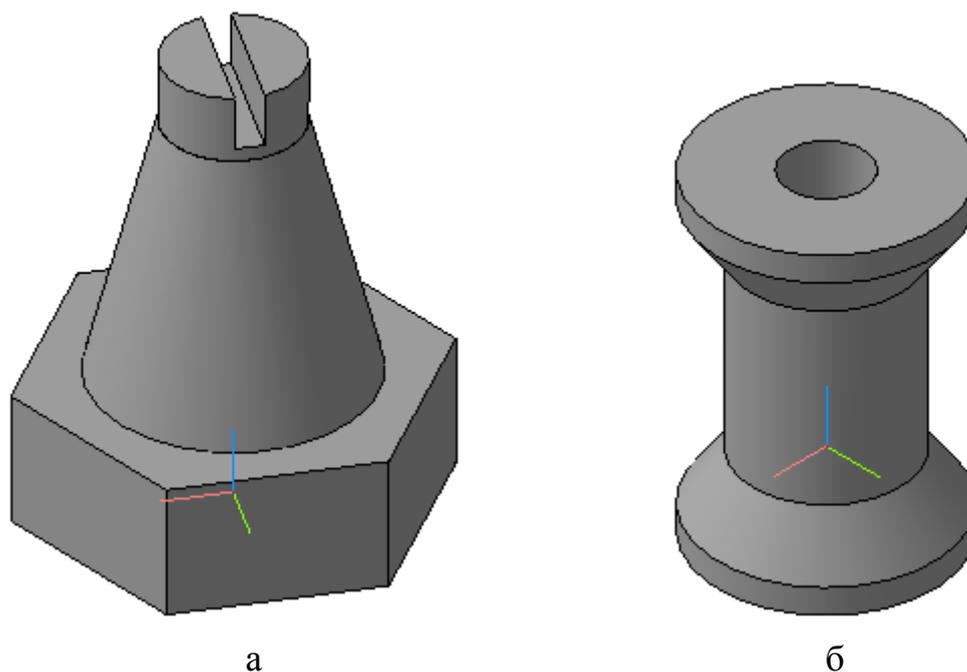

Рис. 7. Задание для самостоятельной работы
1. Создайте предмет (рис. 7, а), используя команды **Операция выдавливания**, **Приклеить выдавливанием** и **Вырезать выдавливанием**. Правильная прямая шестиугольная призма (радиус описанной окружности 30 мм, выдавить на 20 мм). Усеченный конус (радиус 20 мм, приклеить выдавливанием на 40 мм, **Уклон 1** внутрь, **Угол 1** равен 14°). Цилиндр (радиус 10 мм, приклеить выдавливанием на 10 мм, **Угол 1** равен 0°). Параллелепипед (высота больше диаметра окружности, например 30 мм, ширина 4 мм – используйте команду прямоугольник по центру и вершине; вырезать выдавливанием на 8 мм).
2. Создайте предмет (рис. 7, б), используя команды **Операция выдавливания**, **Приклеить выдавливанием** и **Вырезать выдавливанием**. Цилиндр (радиус 30 мм, выдавить на 70 мм). Усеченный конус (радиус 30 мм, приклеить выдавливанием на 20 мм, **Уклон 1** наружу, **Угол 1** равен 35°). Цилиндр (радиус 44 мм, приклеит выдавливание на 10 мм, **Угол 1** равен 0°). Цилиндр и усеченный конус приклеить с двух сторон. Цилиндр (радиус 15 мм, вырезать через все).